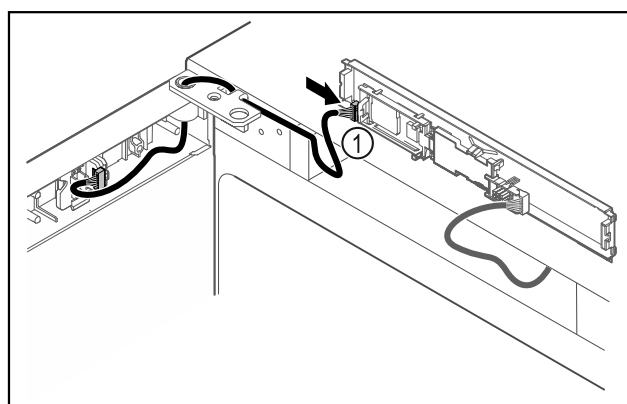

Fig. 41
- ▶ Připojte zástrčku Fig. 41 (1) na desku.